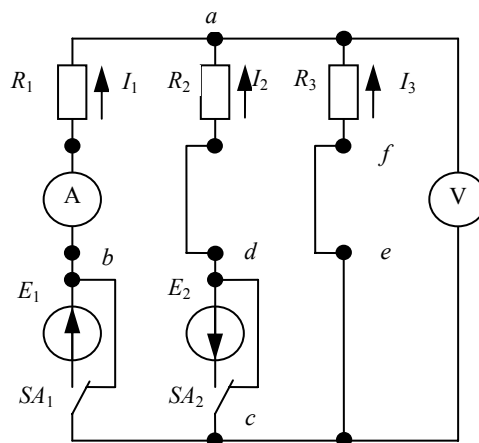

Рис. 2. Схема исследуемой цепи
3. Проверить экспериментально первый закон Кирхгофа. Собрать цепь согласно рис. 2. Измерить токи ветвей  $I_1, I_2, I_3$ , внести результат измерений в первую строку табл. 2. Проверить справедливость формулы  $\sum I_k = 0$ .
4. Провести экспериментальную проверку (рис. 2) метода наложения, для чего:
5. Провести экспериментальную проверку метода эквивалентного генератора относительно ветви  $R_3$  исследуемой цепи (см. рис. 2), для чего:
6. Снять потенциальную диаграмму внешнего контура исследуемой цепи (см. рис. 2), для чего: